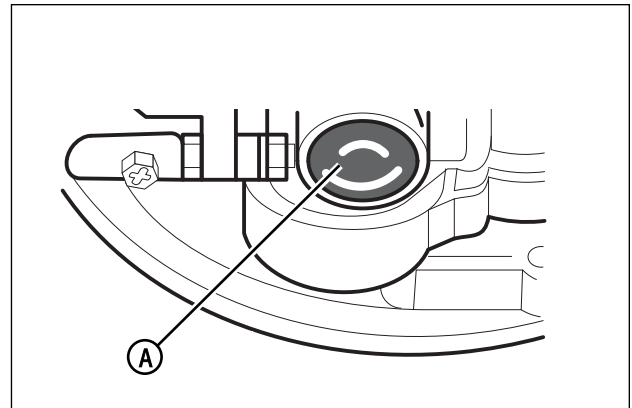

Figura 18: El botón cebador del motor
5. El botón cebador (A, Figura 18) está al lado del motor. Oprima el botón cebador. Cada vez que usted oprima el botón cebador, espere dos segundos. Para averiguar el número de veces que se requiere oprimir el botón cebador, vea las instrucciones del fabricante del motor.